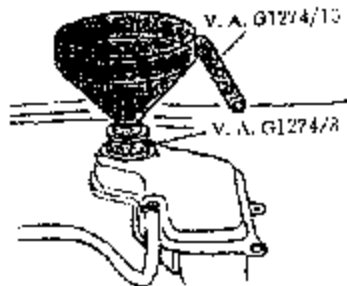

图 2-113 加注冷却液
(1) 安装底部冷却液软管并紧固。更换 O 形密封圈，安装水泵（冷却液泵）放液螺塞，其拧紧力矩为 30N·m。将管接头 V.A. G1274/8 拧到膨胀水箱上，如图 2-113 所示。将漏斗 V.A. G1274 / 10 装到管接头上。若加注时无专用工具，则应拆下膨胀水箱并抬高约 100mm。